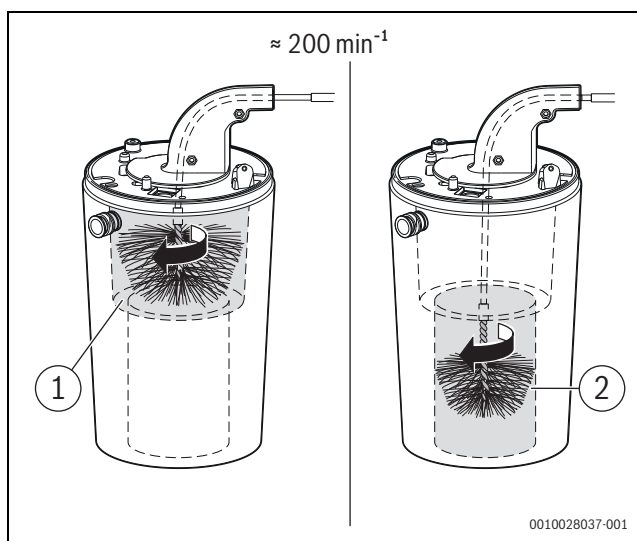

Bild 142 Wärmeblock reinigen (ca. 200 min⁻¹, nur Rechtslauf)
- Mit kleiner Bürste für den unteren Bereich wiederholen (→ Bild 142, [2]).